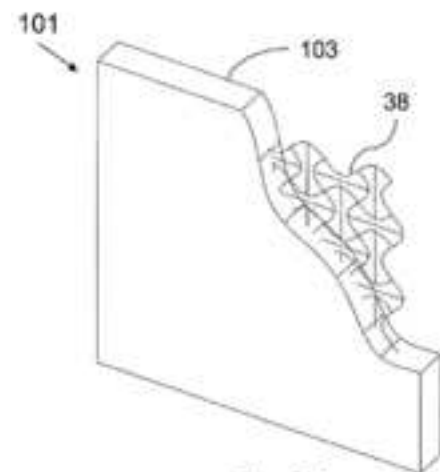

Fig. 24B
"Rotational Expansion Auxetic Structures" è stato registrato negli Stati Uniti nel 2014. Gli autori definiscono una struttura auxetica bidimensionale basata su geometrie ondulatorie (waveforms) e ne mostrano possibili varianti in configurazione tridimensionale (Fig.24B sotto). Nella sezione "Detailed description of the invention" la struttura viene ampiamente chiarita tramite l'uso di immagini. Viene definita una struttura auxetica bidimensionale molto semplice e ne vengono definiti gli ele-
- le stesse strutture con aggiunta di connettori, come in Fig. 24B;